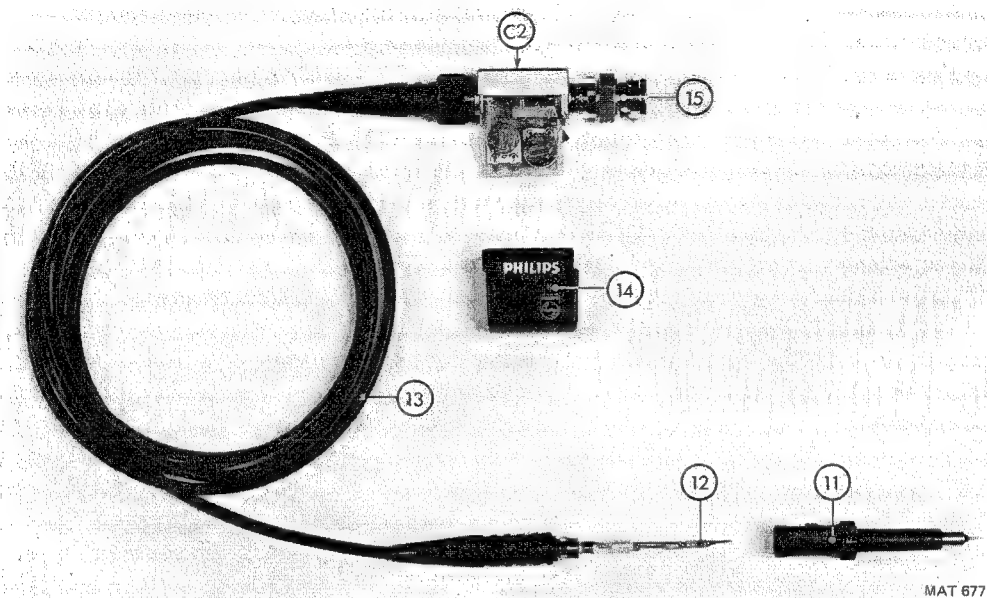

Bild 1.10. Ausbau des Tastkopfs
Ausbau des Tastkopfs (Bild 1.10.)
Ausbau der Kompensationsdose (Bild 1.10.)
1.4.5.1. Mechanische Teile (siehe Bild 1.10. und 1.11.)